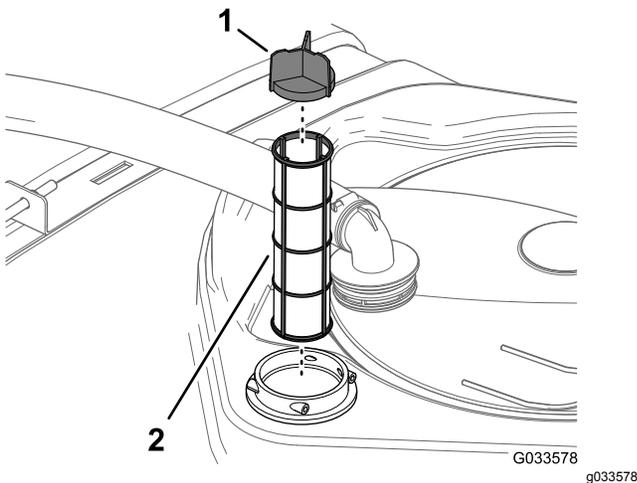

Bild 96
4. Ziehen Sie das Saugsieb aus dem Filtergehäuse im Behälter (Bild 96).